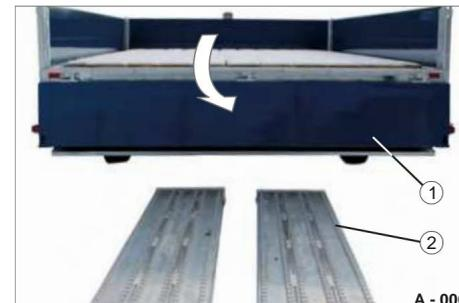

Fig. 10 Parete laterale posteriore ripiegata verso il basso
- ÿ Abbassare con cautela il pannello laterale posteriore (Fig. 10/1), vedere pagina 172.